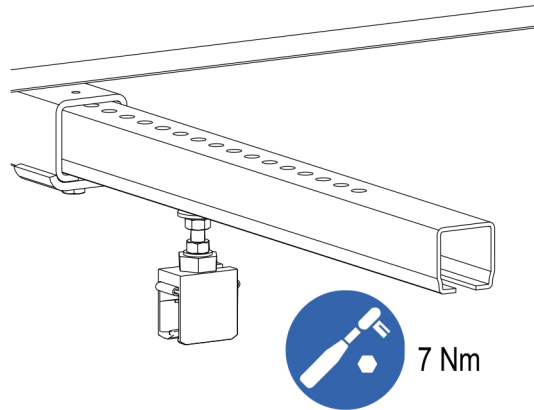

Abb. 53: Erster Schienenhalter in Spannarm aufgeschoben und angezogen
- Ersten Schienenhalter mit dem vorgeschriebenen Drehmoment (SW 13, Drehmomentschlüssel: **7 Nm**) anziehen (siehe Abb. 53).